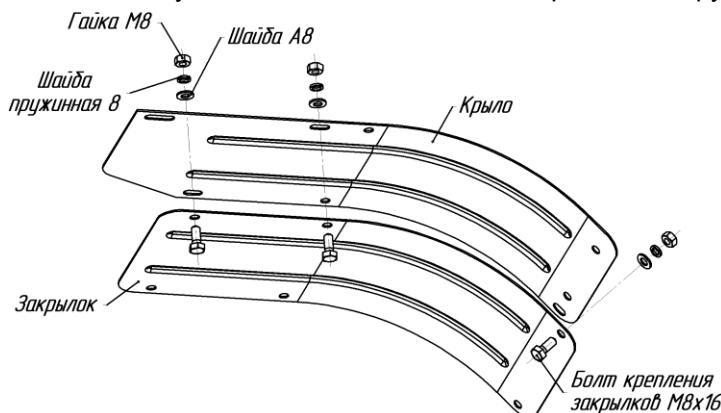

Рис.9. Схема крепления закрылоков (дополнительных крыльев)
30. Защитные устройства и щитки должны быть установлены на соответствующие места и надежно закреплены с помощью исправного стандартного инструмента (рис.9).
12. При работе с фрезами-культиваторами необходимо установить закрылки (рис.9).